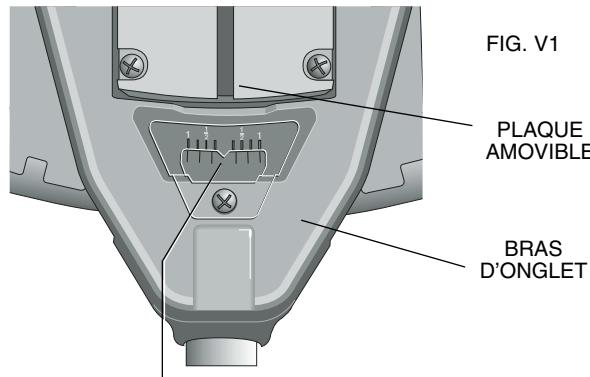
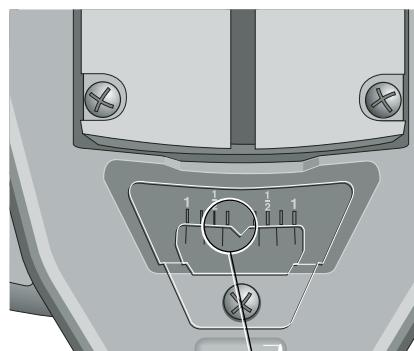

FIG. V1
FIG. V2
2. Régler l'angle d'onglet à la valeur entière la plus près de la mesure voulue en alignant la marque centrale du vernier (figure V1) avec la valeur entière inscrite sur l'échelle (à 24 degrés à droite – se reporter à la figure V2).
Dans l'exemple, la valeur la plus près est de 25 degrés (la figure V2 illustre un réglage à 24 1/4 degrés à droite).